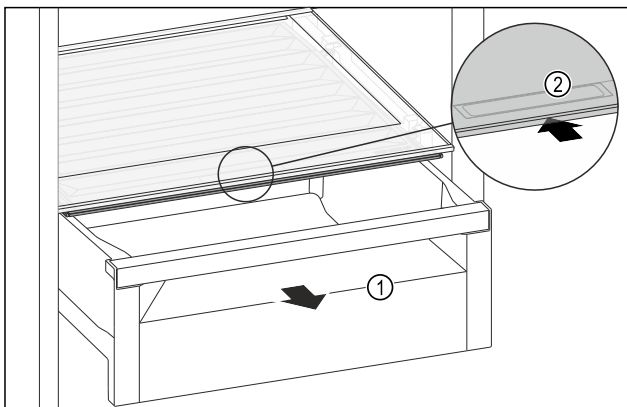

Fig. 156
- ▶ Vedä säilytyslokeron Fig. 156 (1) ulos.
- ▶ Tartu lokeron kannessa olevaan tartuntakohtaan Fig. 156 (2) ja vedä lokeron kantta samanaikaisesti taaksepäin.